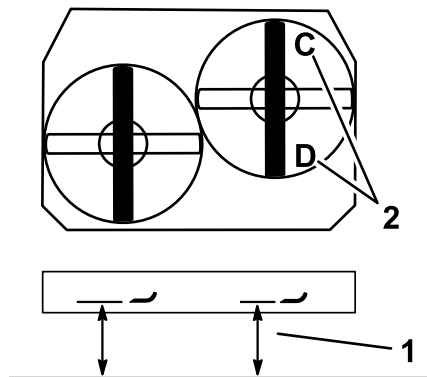

Figura 80
1. Posicione a lâmina direita da parte dianteira para a traseira (Figura 80).
2. Meça a lâmina direita no local **C**, numa superfície nivelada à extremidade de corte da ponta da lâmina e registre esta medição (Figura 80).
3. Meça a lâmina direita no local **D**, numa superfície nivelada à extremidade de corte da ponta da lâmina e registre esta medição (Figura 80).
Nota: A lâmina do cortador deve estar 6 a 10 mm mais baixa na posição **C** do que na posição **D** (Figura 80). Caso isto não esteja correto, avance para os passos abaixo.
- Posicione a lâmina direita da parte dianteira para a traseira (Figura 80).